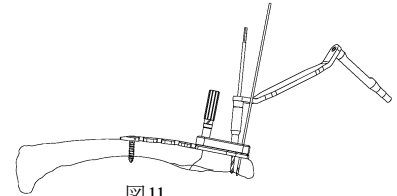

図11
- 12) 最遠位ホール以外は、2.0 ドリルスリーブ(S)2の取り外し後、2.0 ドリルガイド(LS)を用いてドリリングを行うことができます。(図11)